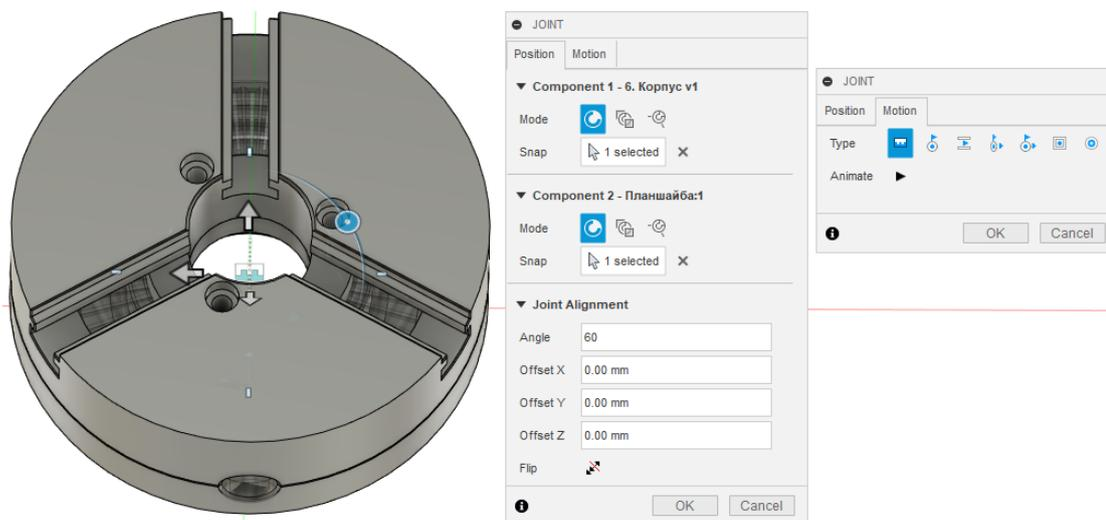

Рис.12.14. Додавання корпусу
6. Додайте до збірки наступну деталь «6. Корпус». За допомогою інструменту «Joint»  визначить відносне положення центральної точки корпусу і центральної точки планшайби. Задайте кут повороту корпусу - 60° , щоб напівотвори для шестерні корпусу співпали з отворами – планшайби. Далі перейдіть у вкладку рух «Motion» і оберіть «Rigid» - корпус нерухомий відносно планшайби (рис. 12.14).